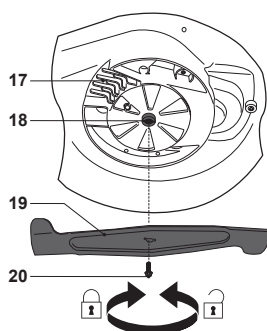

Fig. 25
- > Afloje el perno (20) a la izquierda usando una llave de 13 mm y retírelo junto con el dispositivo de corte (19) (Fig. 25).
- > Sustituya el dispositivo de corte (19) por uno nuevo del mismo tipo.
- > Vuelva a colocar el dispositivo de corte (19) en el eje (18), preste atención para obtener una alineación correcta. Apriete el perno (20) hacia la derecha con un mínimo de 55 Nm y un máximo de 60 Nm para garantizar el funcionamiento seguro de su producto.
- > Sustituya este dispositivo de corte (19) después de 50 horas de siega, o bien cuando hayan pasado 2 años, independientemente de su estado. Si el dispositivo de corte está agrietado o dañado, sustitúyalo de inmediato por uno nuevo.
- > Lubrique el dispositivo de corte (19) después de cada uso para prolongar la vida útil de dispositivo de corte (19) y del producto. Aplique aceite para máquinas ligero a lo largo del borde del dispositivo de corte (19).